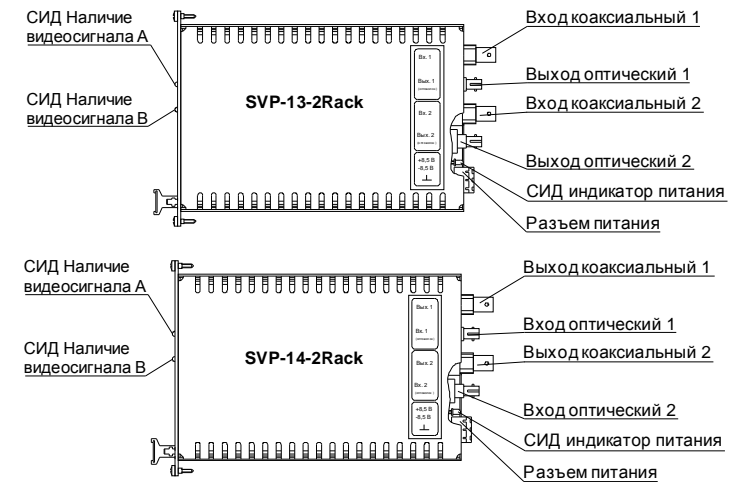

Рис. 1. Расположение разъемов и элементов индикации
3.2.2. Подключить к передающему и приемному устройствам волоконно-оптический кабель, кабель источника сигнала (например, ТВ камеры) и кабель приемного оборудования (видеомонитора) в соответствии с рис.1